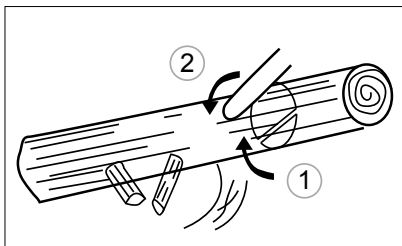

Рис. 21
2. В случае когда ствол лежит на опоре одним концом, сначала выполните срез снизу до 1/3 диаметра ствола во избежание раскалывания. Затем закончите срез сверху так, чтобы он совпал с первым срезом, избегая заклинивания (рис. 21).